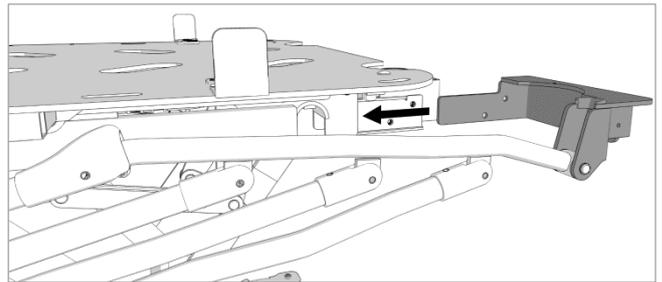

Figure 6.7
7. Faites glisser le support de RCP de la barrière latérale dans son encastrement comme illustré sur la Figure 6.7.